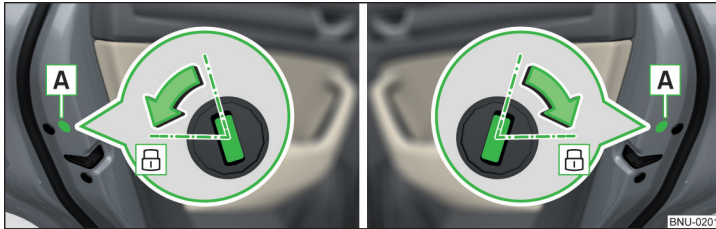

Abb. 251 Tür links / Tür rechts
- › Bei Fahrzeugen mit der Blende **A** diese Blende entfernen » Abb. 251.